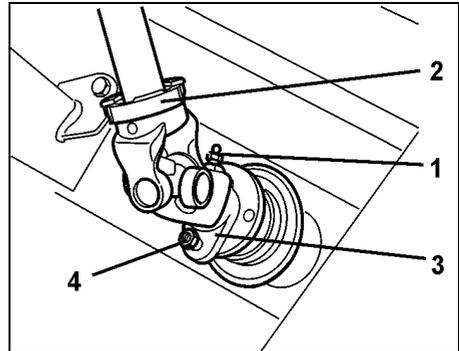

Fig. 15
- Schmiernippel (Fig. 15/1) lösen.
- Gelenkwelle (Fig. 15/2) aufstecken.
- Anschlussgabel (Fig. 15/3) mit Abscherschraube (Fig. 15/4) befestigen.
- Schmiernippel (Fig. 15/1) eindrehen.